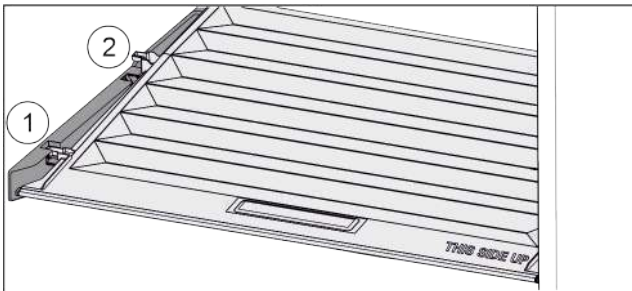

Fig. 36
- Потянуть крышку до отверстия в поддерживающих деталях вперед *Fig. 36 (1)*.
- Поднять сзади снизу и извлечь *Fig. 36 (2)* движением вверх.